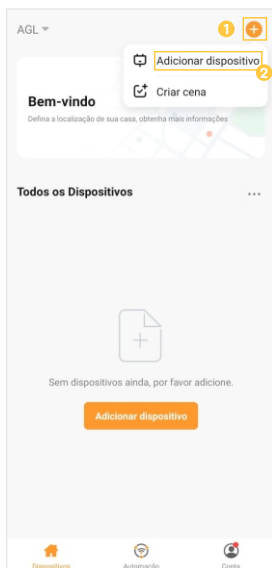
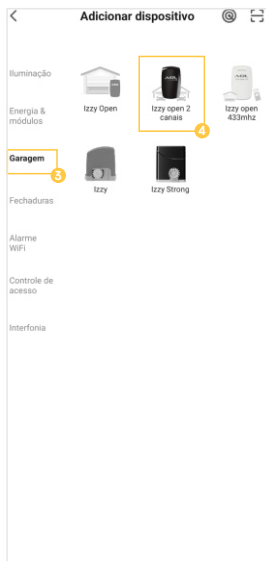

Figura 7
Figura 8
4. Abra la aplicación AGL Home, en la pantalla de inicio seleccione el símbolo "+" en la esquina superior derecha y seleccione **"Añadir dispositivo"** (figura 7), a continuación seleccione el módulo **"Izzy Open 433 - 2 canales"** en la clasificación **"Garaje"** (figura 8).